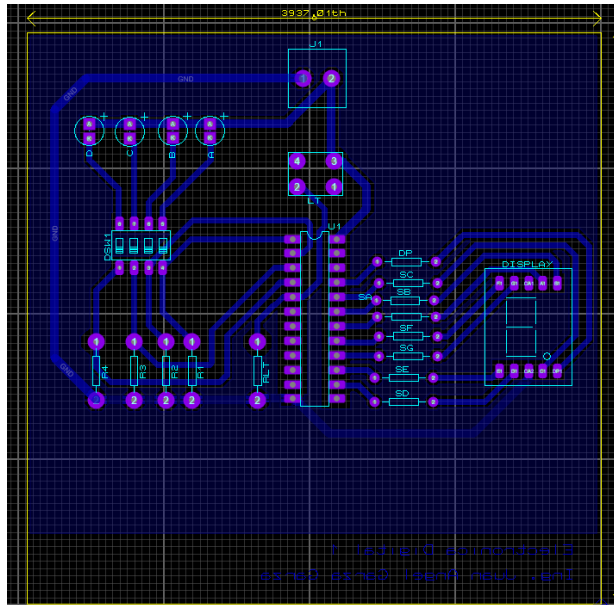

Figura 2: Imagen del Layout del circuito impreso en PROTEUS
h) Elabore el diseño del PCB como se muestra en la figura 2.